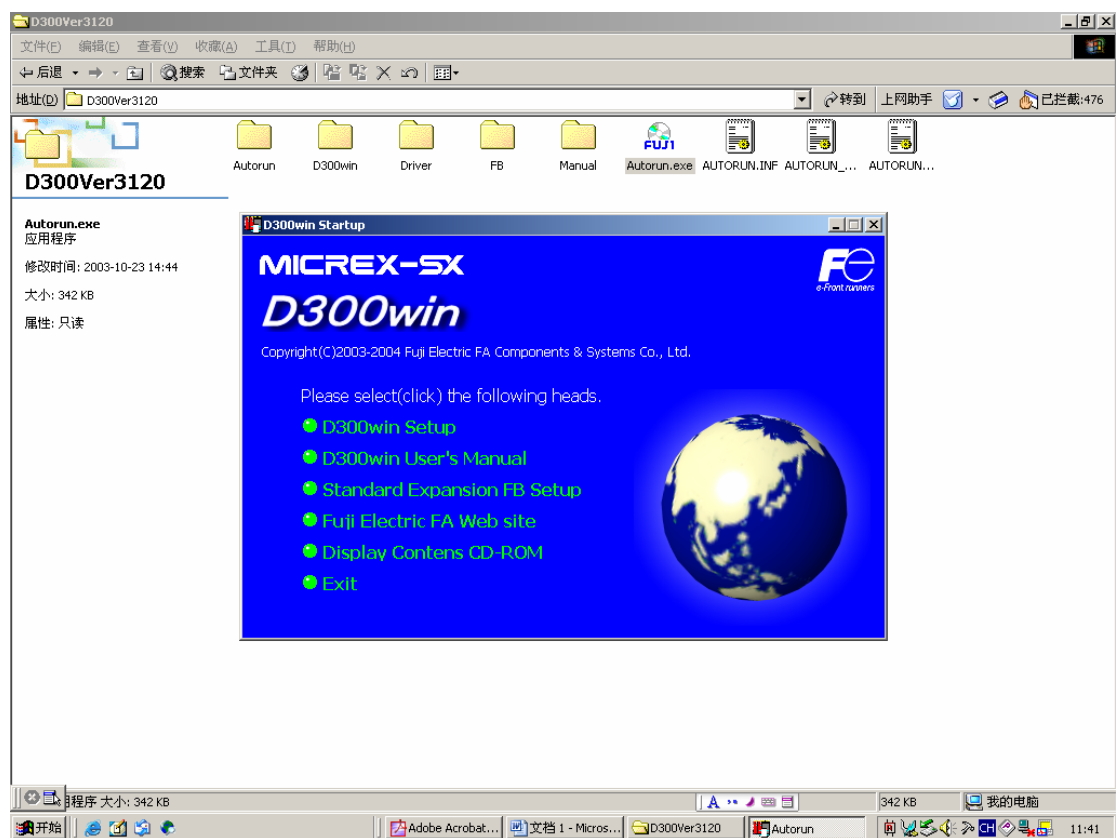

图 1-1
A. 启动安装光盘中的 AUTORUN.EXE (见图 1-1), 点击各条: